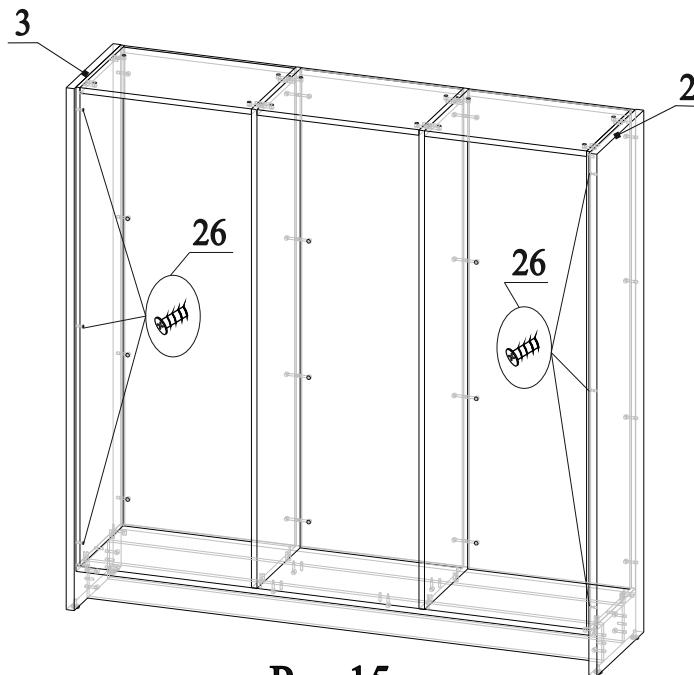

Рис.15
26. Соединить детали 2 и 3 с деталями 7, 8 и 9 (детали 2 и 3 с деталями 9 соединяются через сквозные отверстия в деталях 4 и 5), затянуть эксцентрики по часовой стрелке до упора (рис.15);
27. Закрутить винты 26 в муфты 20 через отверстия в деталях 4 и 5 (рис.15);